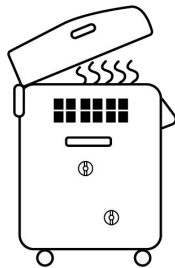

图 26
3. 运行刚结束，**请不要急于开盖取物，待锅内温度降至常温以下并带好防护手套后方可进行。一旦急于开盖会有大量的蒸汽冒出，以免烫伤。**（图 26）